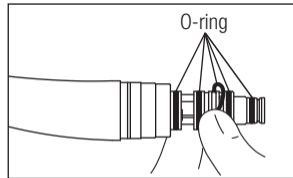

Abb. 12
- 2) Entfernen Sie vorsichtig von Hand alle O-Ringe (Abb. 12).